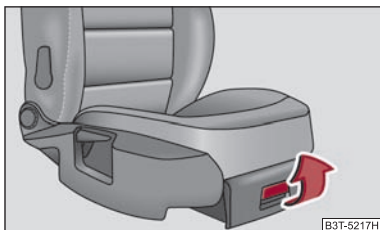

Fig. 112 Scaunul pasagerului față:
- Pentru deschiderea clapetei, trageți de mâner ⇒ fig. 112.